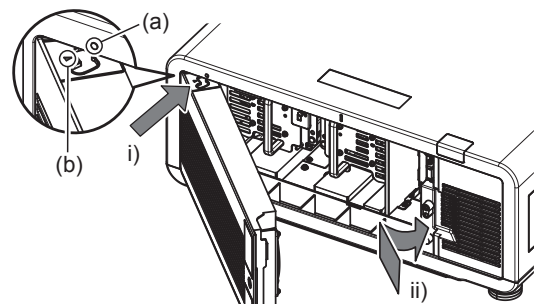

Fig. 2
4) Fixez le couvercle de la lampe. (Fig. 2)